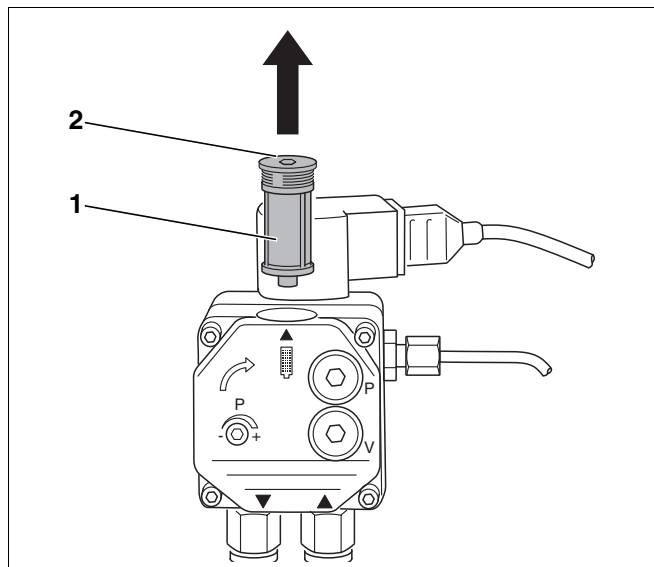

Рис. 21 Проверка фильтра топливного насоса фирмы Danfoss
- Открутить расположенные сверху болты с внутренним шестигранником (Рис. 21, поз. 2).
- Вынуть фильтр топливного насоса (Рис. 21, поз. 1) по направлению вверх.
- Очистить фильтр топливного насоса (Рис. 21, поз. 1) промывочным бензином, если требуется, заменить его, и вновь установить на прежнее место.